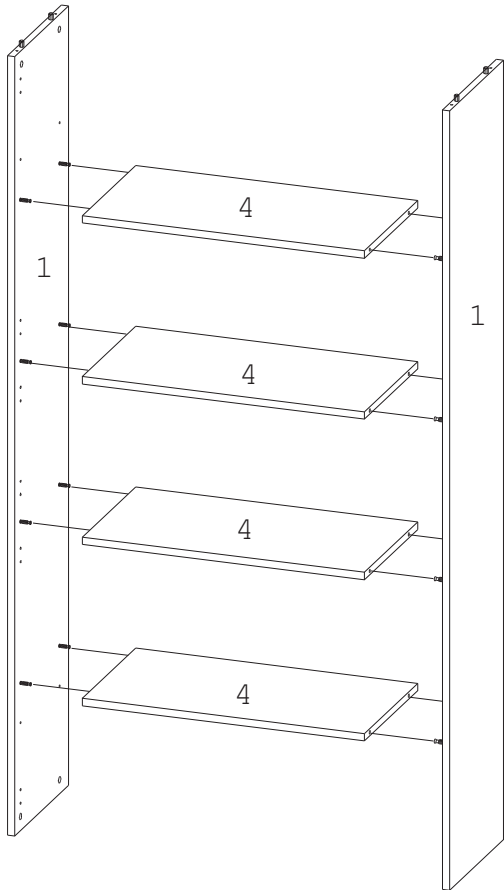

Рис. 5
5. Соединить горизонталы 4 с боками/боками промежуточными 1 (Рис. 5). Затянуть эксцентрики по часовой стрелке до упора.